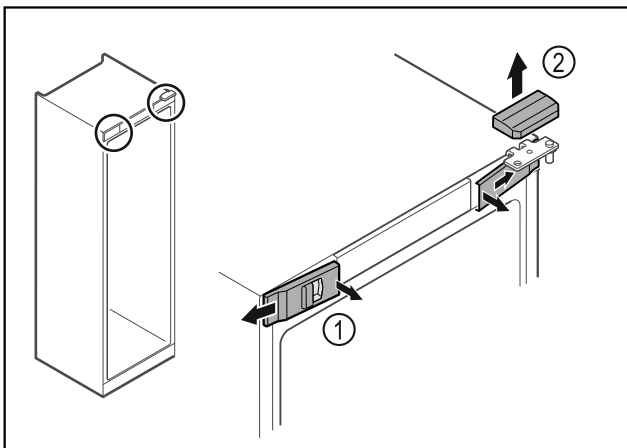

Fig. 9
- Ξεκουμπώστε εσωτερικά τα μπροστινά καλύμματα Fig. 9 (1) και αφαιρέστε τα προς το πλάι.
- Αφαιρέστε προς τα επάνω το επάνω κάλυμμα Fig. 9 (2).